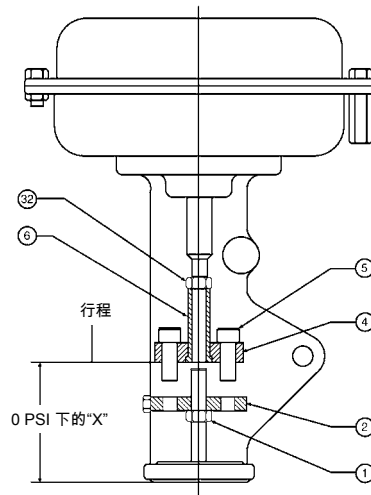

图 10b
2. 施加所需气压，以完全缩回执行器杆 (10)。
4. 按照表 3 和图 10b 中的尺寸 "X" 施加初始气压并拧开顶部阀芯杆接头 (4)。